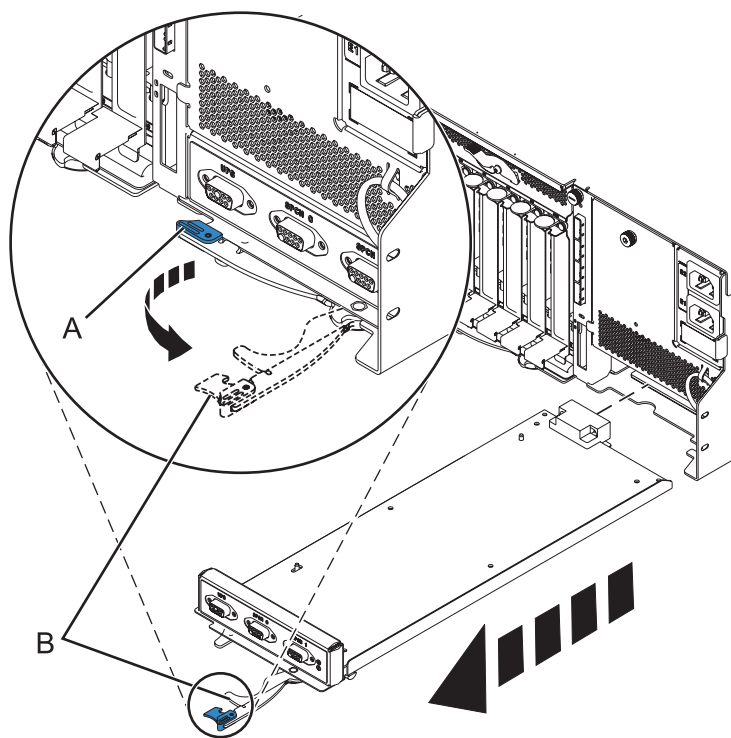

Figura 99. Extracción del controlador de gestión de alojamientos
- b. Apriete con ambos dedos el mecanismo de cierre **(A)** para desbloquear el asa **(B)**. Consulte Figura 99 en la página 149.